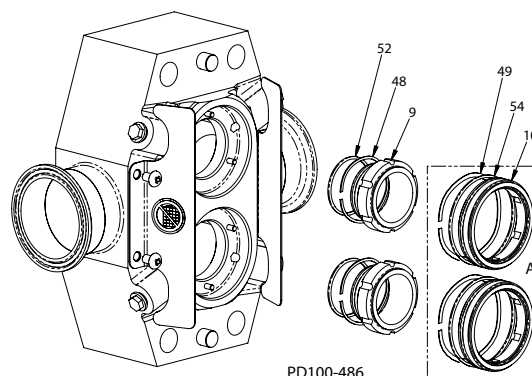

Figura 35: Extraiga los sellos
3. Extraiga el sello interior (Figura 35, renglón 9) y el resorte de ondulación (elemento 48). Extraiga el anillo O (elemento 52) del sello interior e inspecciónelo. Reemplace según sea necesario.
4. En las bombas dotadas de sellos mecánicos dobles (Figura 35, recuadro A), extraiga el sello exterior (elemento 10) y el resorte de ondulación (elemento 49). Extraiga el anillo O (elemento 54) del sello exterior e inspecciónelo. Reemplace según sea necesario.